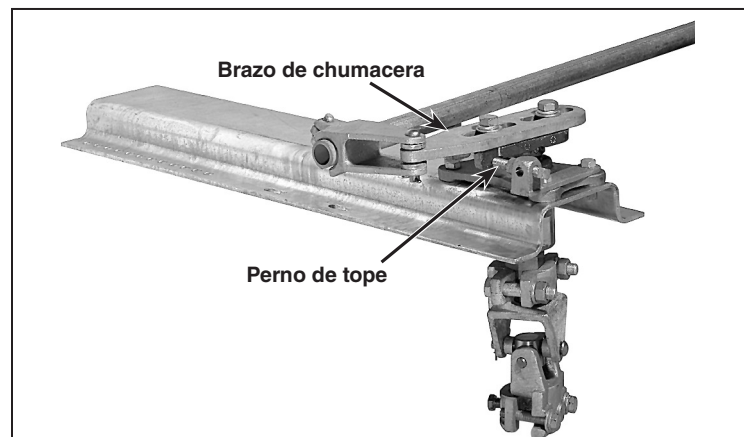

Figura 12. Brazo de manivela de la chumacera externa contra perno de tope.
**PASO 10.** Asegúrese de que el brazo(s) de manivela de la chumacera externa, si es el caso, descansen contra su perno de tope. Vea la Figura 12.